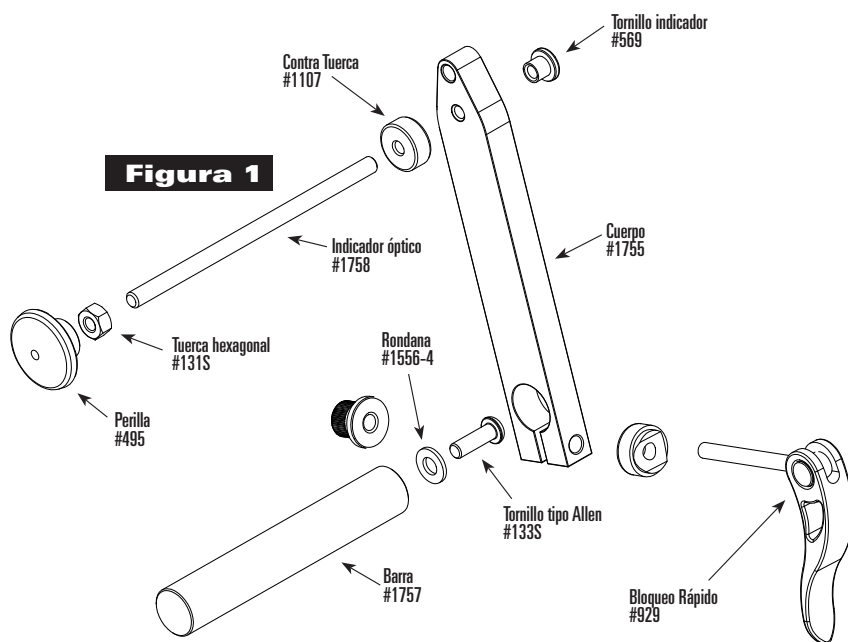

Figura 2
4. Ajustar el bloqueo (#929) y el indicador guía (#1758) para que el tornillo indicador (#569) se quede al límite de tocar el rotor (Figura 2). Apretar la contra tuerca (#1107) contra el cuerpo de la guía (#1755) para asegurar el indicador guía.